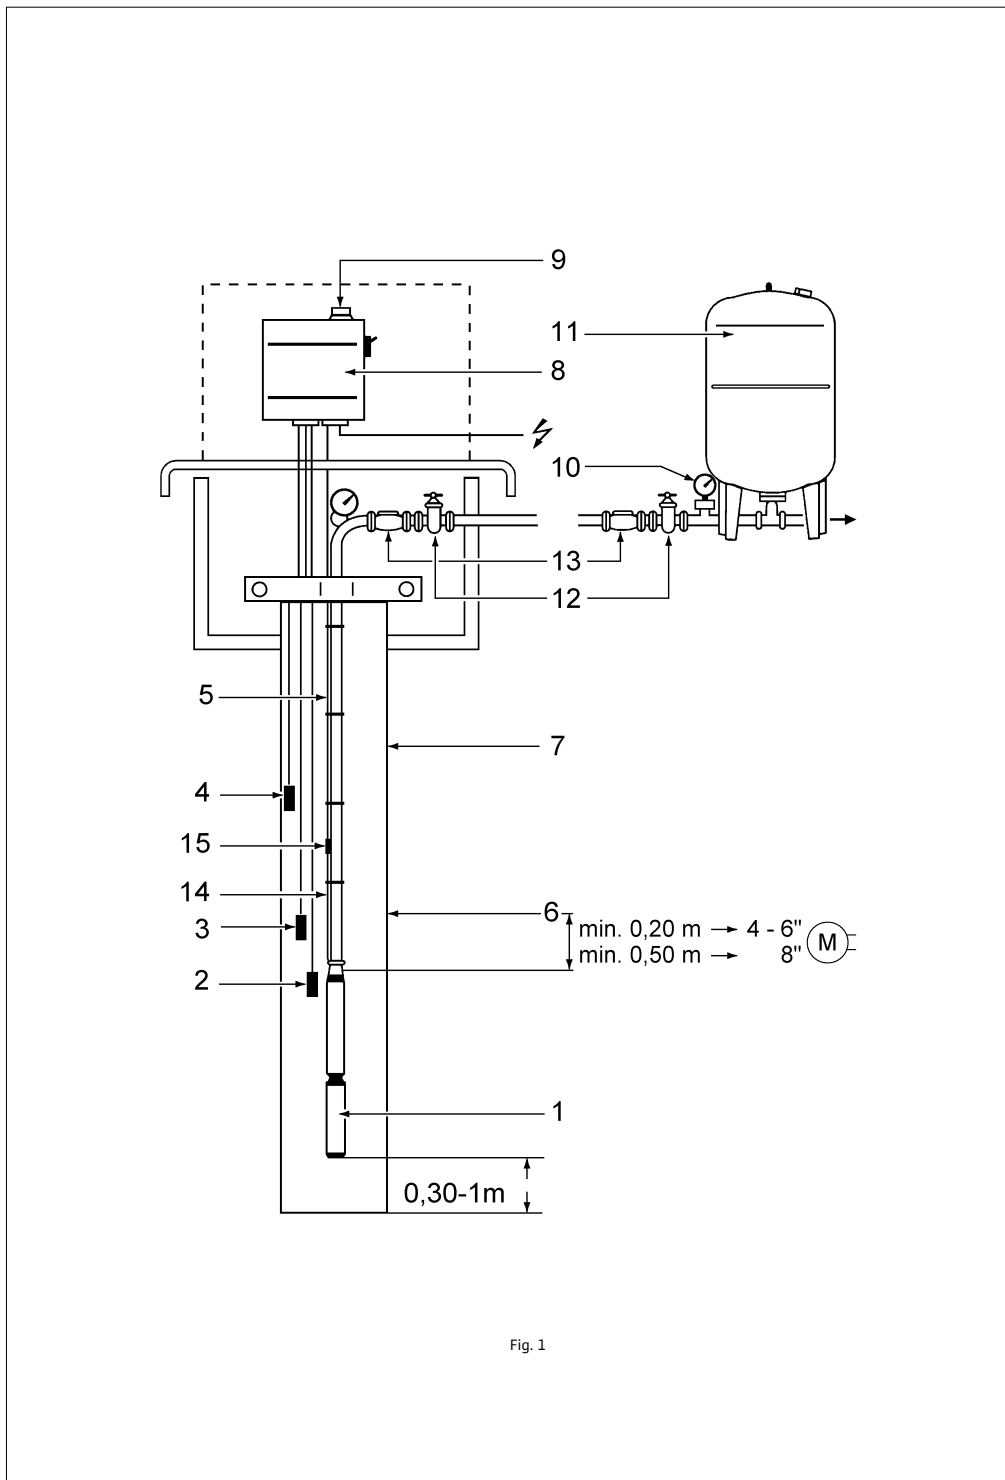

Fig. 1
4.1 Descriere generală (fig. 1)